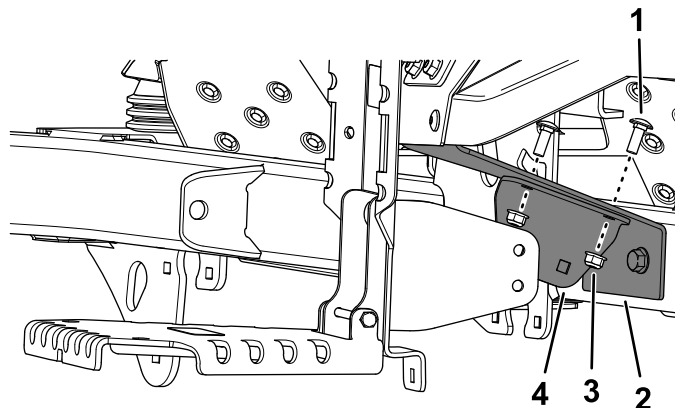

Figura 9
4. Montate la staffa di supporto interna sulla staffa di supporto del vano contenitore utilizzando 2 bulloni a testa tonda (5/16" x 7/8") e 2 dadi (5/16"), come illustrato nella Figura 9.